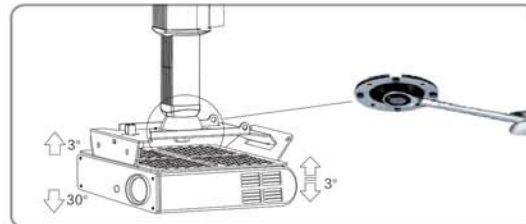

Figure 11
2. Después de alinear el proyector, fije el tornillo de la rótula. (Fig. 11)